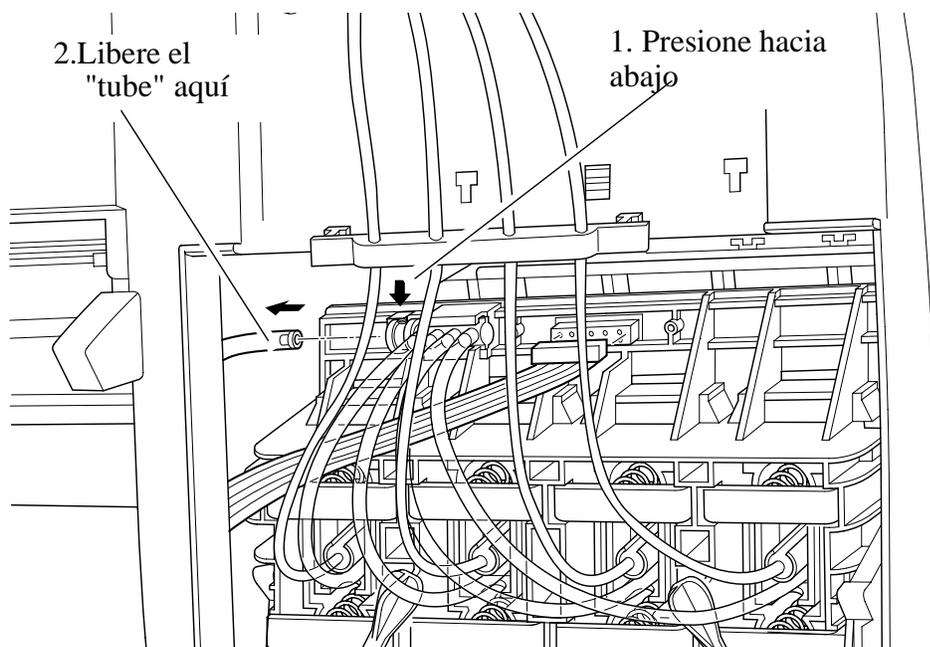

Figura 61: “Air Tube”
12. Desconecte el “air tube” (consulte la Figura 61).